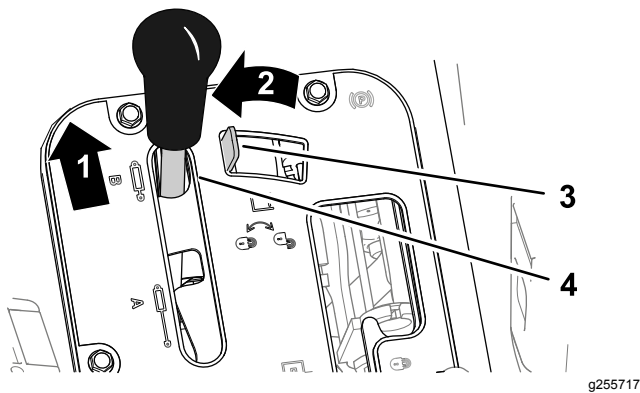

Figura 36
1. Empuje hacia delante la palanca de elevación hidráulica (Figura 36).
2. Mueva el bloqueo de elevación hidráulica hacia la izquierda para accionar el bloqueo (Figura 36).